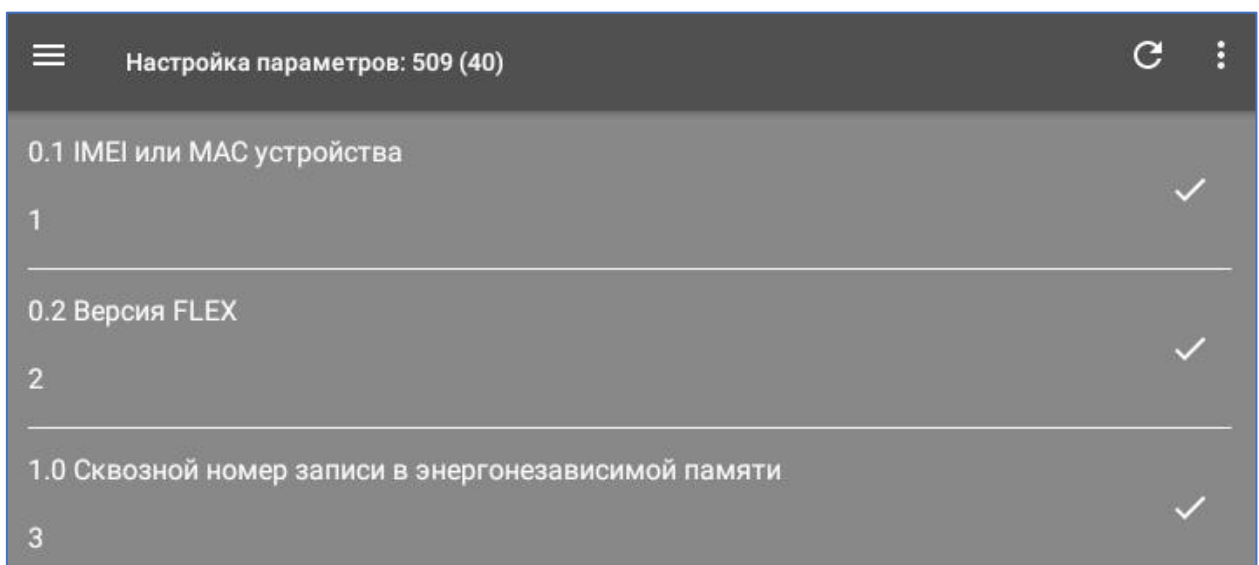

рис. 3.7. Меню «Параметры датчиков»
- 7) Зайдите в меню «Параметры датчиков» (рис. 3.7), где представлен полный список параметров, которые могут передаваться по выбранному протоколу (Телтоника либо Flex 3.0 от Навтелеком).